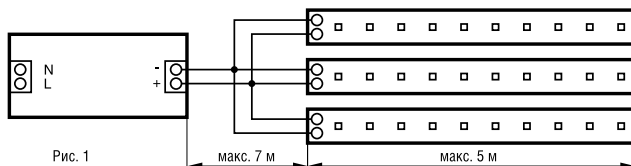

Рис. 1
- К одному каналу источника питания не рекомендуется подключать последовательно более 5 метров светодиодной ленты. Для подключения нагрузки высокой мощности сечение провода должно соответствовать расчетному значению сечения для максимального потребляемого тока нагрузки. Каждые дополнительные 5 метров светодиодной ленты рекомендуется подключать параллельно отдельным проводом к источнику питания, как показано на Рис. 1.